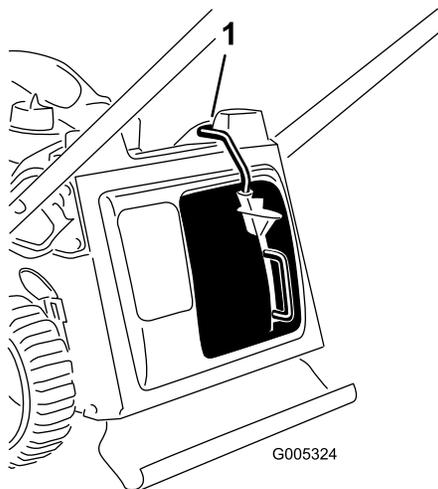

Figura 24
**Importante:** La macchina è dotata di un interruttore di sicurezza che ne impedisce l'avviamento prima di avere installato correttamente il coperchio di scarico sulla macchina stessa (Figura 24).